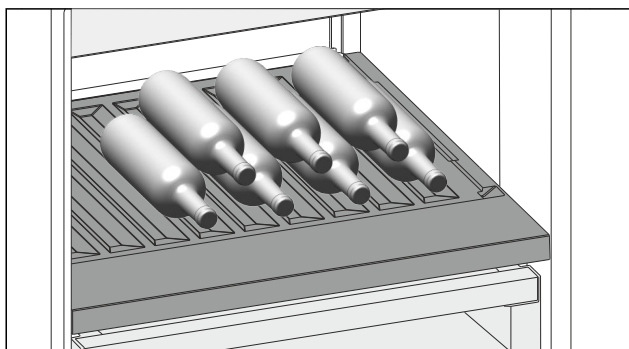

Fig. 193 Représentation à titre d'exemple
- Placer les bouteilles avec le fond orienté vers la paroi arrière de l'appareil. (voir Fig. 193)